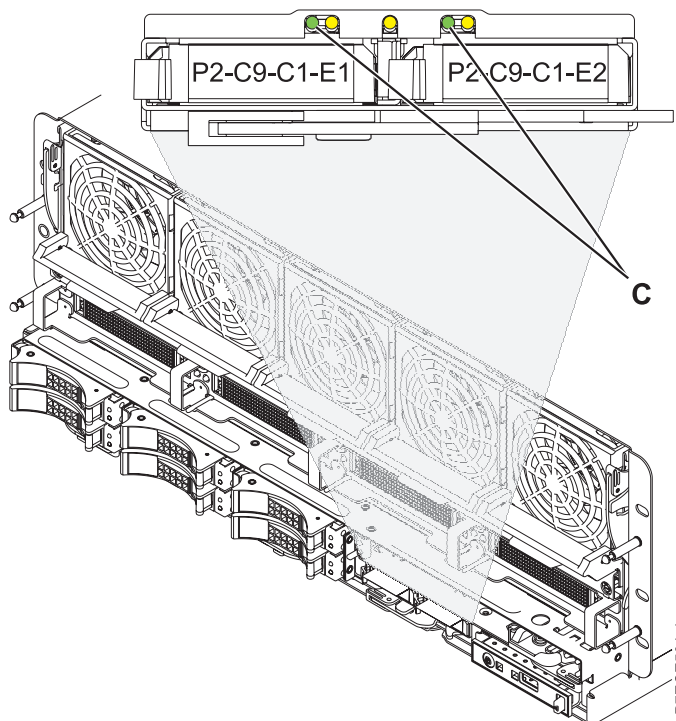

Figura 7. LED de la batería de caché
Atención: No extraiga la batería de caché si la luz LED de color verde (C) de Figura 7 en la página 15 está parpadeando, dado que ello indica que hay datos en la memoria caché.